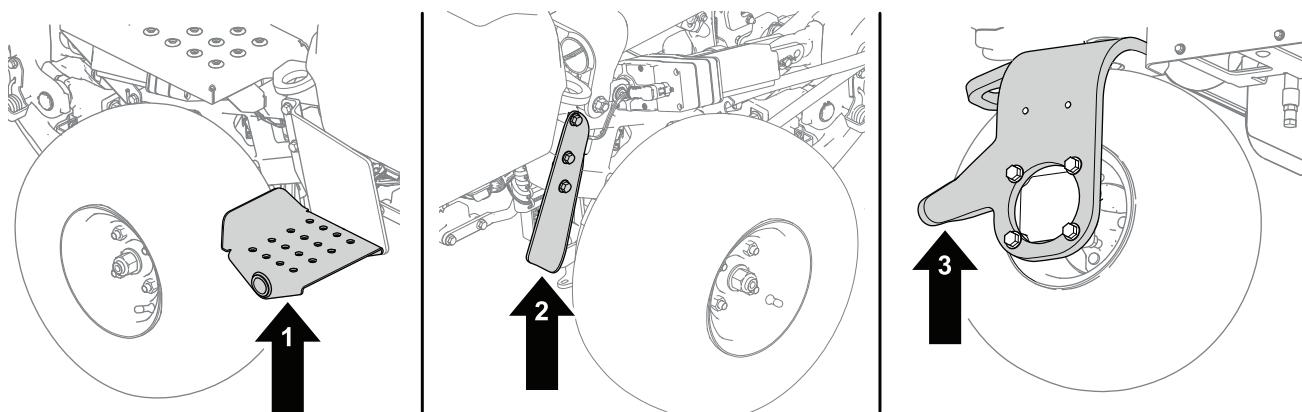

Figure 34
1. Placez un cric au point de levage souhaité (Figure 34) :